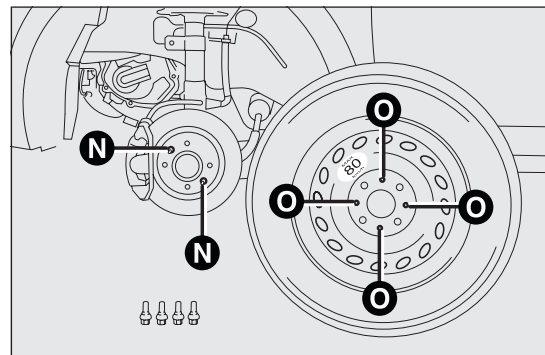

РИС. 100
- ❑ установить аварийное колесо так, чтобы штифт N РИС. 100 совпал с одним из отверстий O РИС. 100 на колесе;